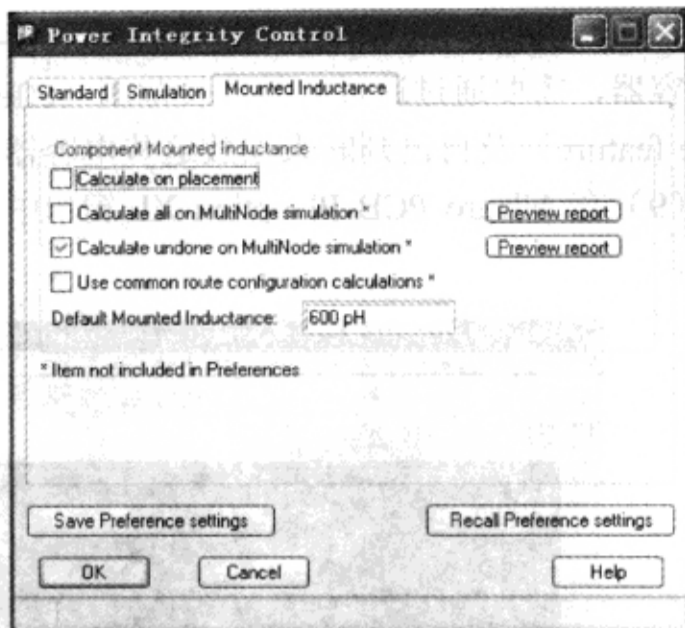

图 9-7-81 “Power Integrity Control” 对话框
(15) 选中“Mounted Inductance”标签页, 如图 9-7-81 所示。
(16) 选中“Calculate undone on Multinode simulation”, 单击“OK”按钮。在进行多节点仿真时, 电源完整性工具会仅计算新摆放电容器的贴装电感值。
(17) 在“Power Integrity Design & Analysis”对话框中单击“MultiNode Simulation”按钮。